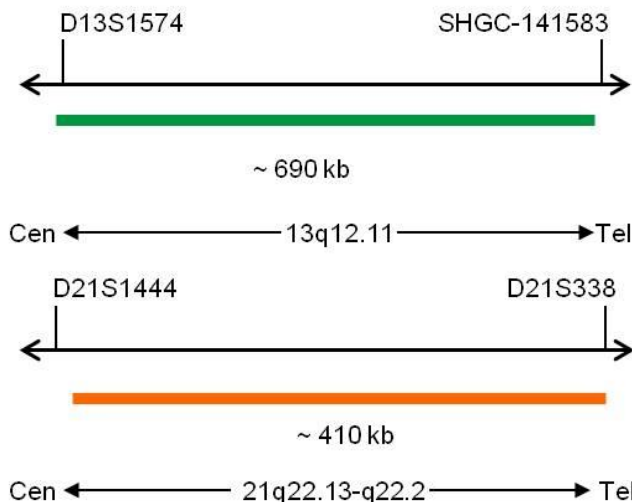

Fig. 1: Cima: SPEC 13q12.11 Mapa da sonda; Baixo: SPEC 21q22.13-q22.2 Mapa da sonda (sem escala)
- Polinucleótidos (~10.0 ng/μl) com marcação ZyGreen (excitação 503 nm/emissão 528 nm), dirigidos ao mapeamento de sequências alvo em 13q12.11* (chr13:20,200,365-20,892,494) (ver Fig. 1).
- Polinucleótidos (~4.5 ng/μl) com marcação ZyOrange (excitação 547 nm/emissão 572 nm), dirigidos ao mapeamento de sequências alvo em 21q22.13-q22.2* (chr21:39,372,983-39,784,773) (ver Fig. 1).